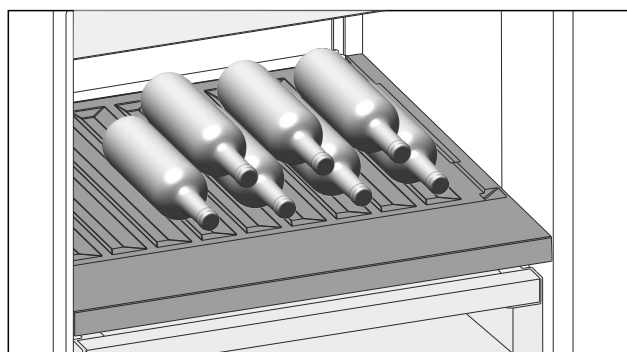

Fig. 186 Beispielhafte Darstellung
- Flaschen mit dem Boden nach hinten zur Rückwand einlegen. (siehe Fig. 186)